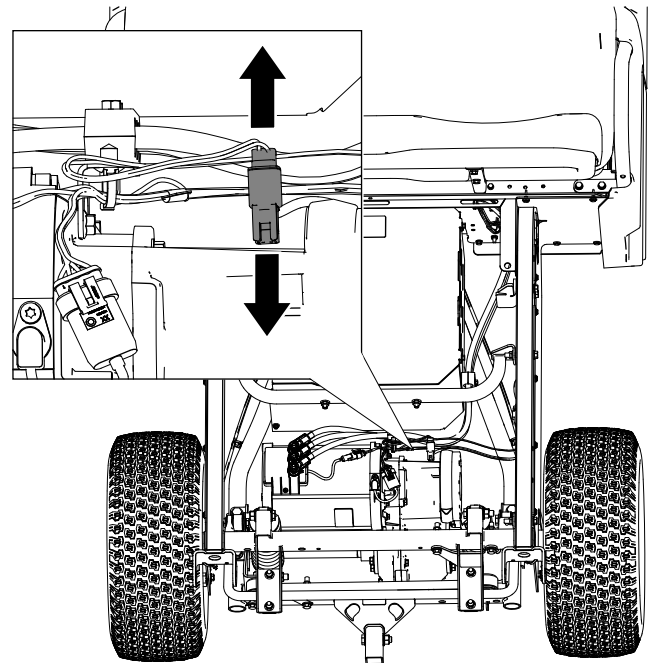

Figura 24
3. Ubique y desconecte el conector del freno del arnés principal detrás de la caja de baterías (Figura 24).